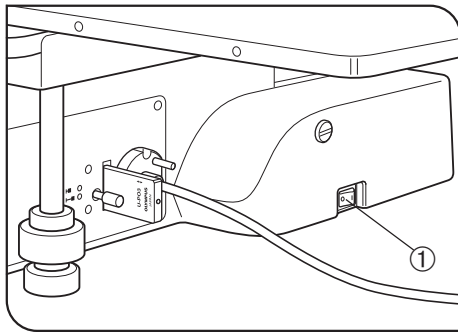

Abb. 23
(Abb. 23 bis 25)
- ⚠ Vor dem Anschließen der Kabel darauf achten, dass der Hauptschalter ① ausgeschaltet ist („O“). (Abb. 23)